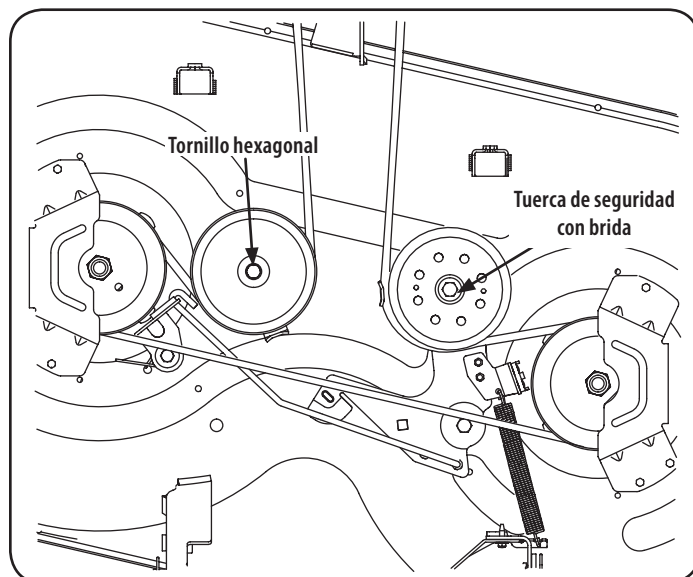

Figura 27
- Afloje, pero no quite la tuerca de seguridad con brida de la polea loca derecha y el tornillo hexagonal de la polea izquierda. Vea la Figura 27.